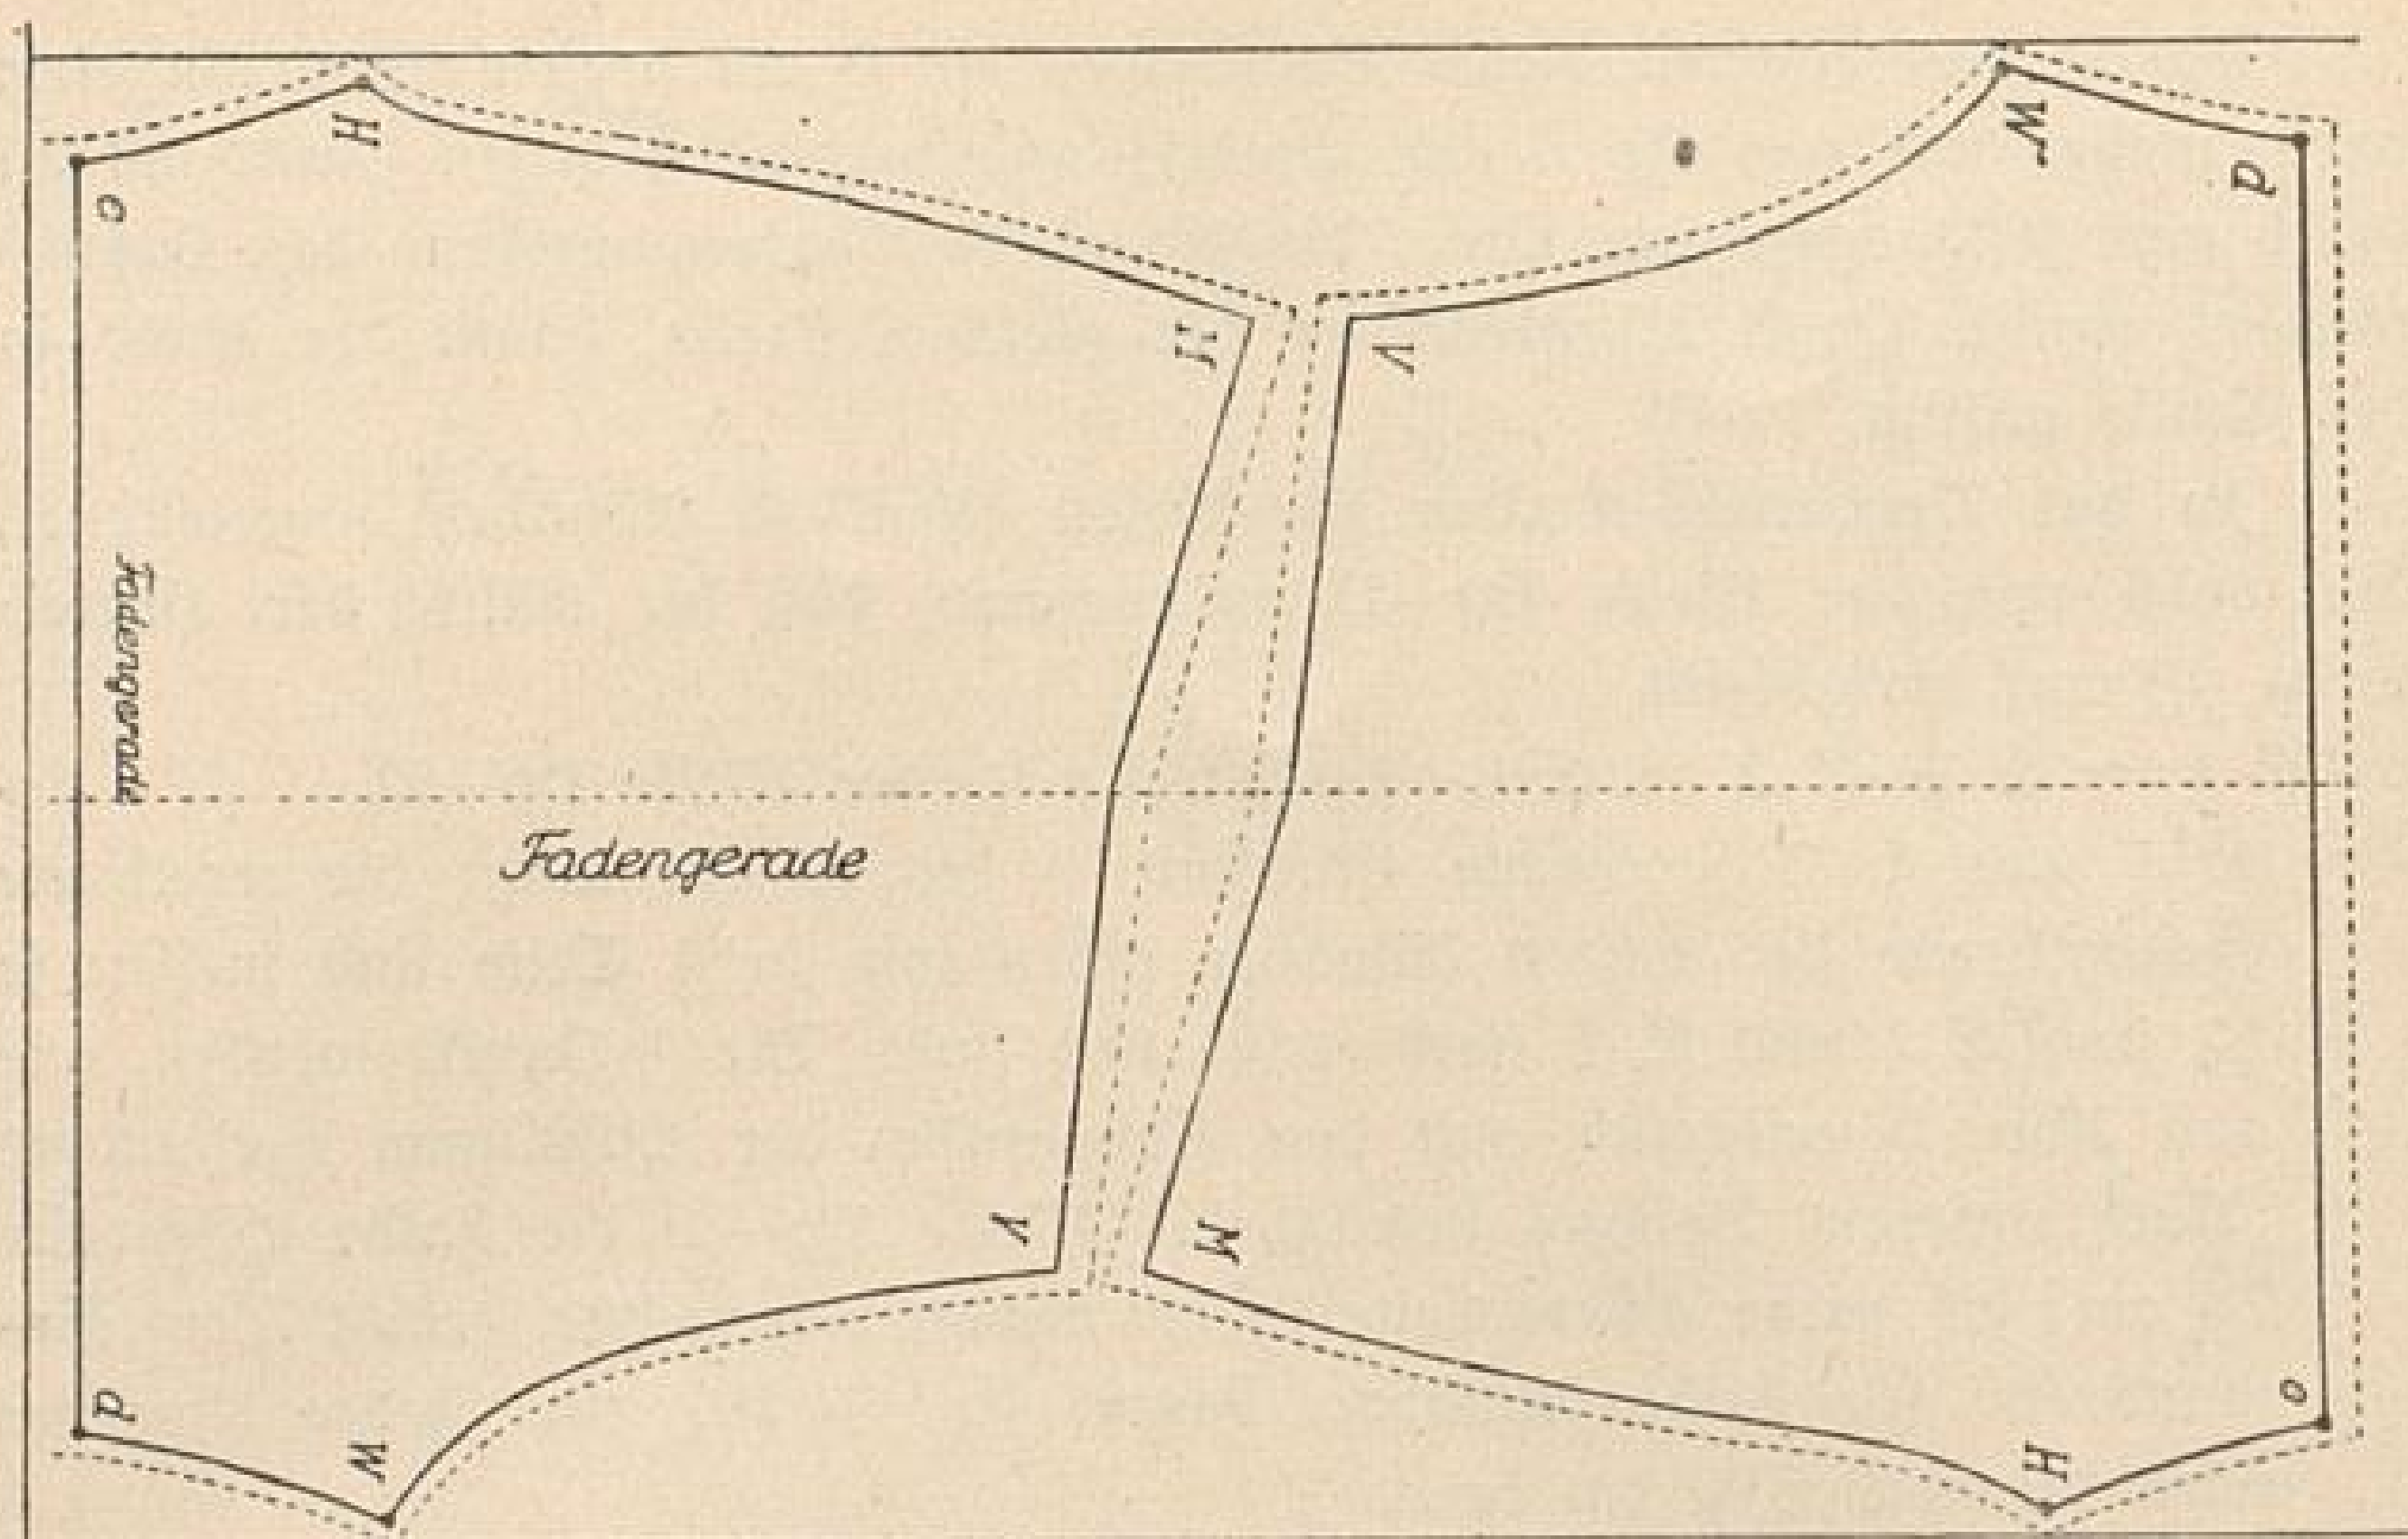

Abb. 4
**D**as Zuschneiden. Abb. 4 zeigt, wie wir das Schnittmuster für die Schlupf hose auf gleichseitigen Stoff auflegen, um möglichst sparsam zuzuschneiden. Wir ersehen dabei, daß wir bei geschicktem Ineinanderlegen nur 1,25 m Stoff bei 80 cm Stoffbreite brauchen.
Hat der Stoff aber rechte und linke Seite, so muß der Schnitt so aufgelegt werden, daß Punkt M bei beiden Beinlingen sich gegenüberliegt. Bei dem Auflegen des Schnittes nach Abb. 4 bekämen wir bei nur einseitig zu verwendendem Stoff zwei gleiche Beinlinge. Würden wir aber zwei Paar Beinkleider anfertigen, so könnten wir doch den Schnitt nach Abb. 4 auflegen. Wir hätten dann zunächst zwei gleiche Beinlinge geschnitten und würden diese beiden nachher rechts auf rechts oder links auf links auf den Stoff legen, um auf diese Weise die entsprechenden zwei anderen Beinlinge zu erhalten.